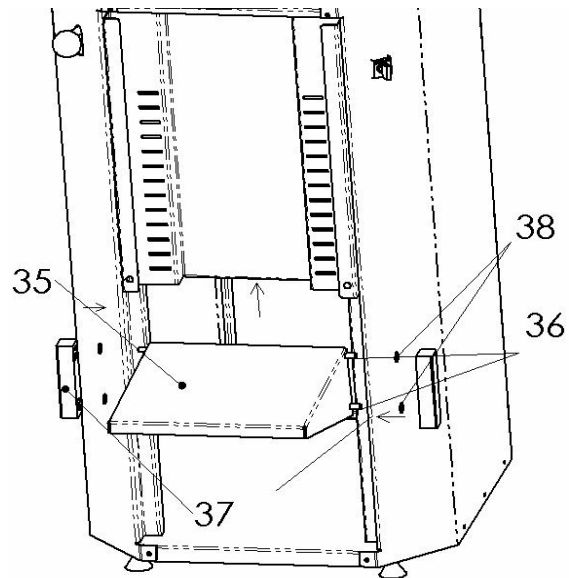

Рис. 3-4
- 2) Вставьте штифты (35) полки для банки (36) х 2 в соответствующие отверстия (Рис. 3-4).
- 3) При необходимости оденьте нейлоновые шайбы (38) на оба конца штифтов полки для банки.
- 4) Присоедините нейлоновый фиксатор к узлу (37) (Рис. 3-4), вставив штифты в его отверстия.
- 5) Удерживая узел вместе, задвиньте нейлоновые фиксаторы в углубления (Рис. 3-4). Расположив нейлоновые фиксаторы в углублениях на передней панели, и таким образом закрепив узел, просто поднимите полку, пока она не зафиксируется в одной из выемок на передней панели.